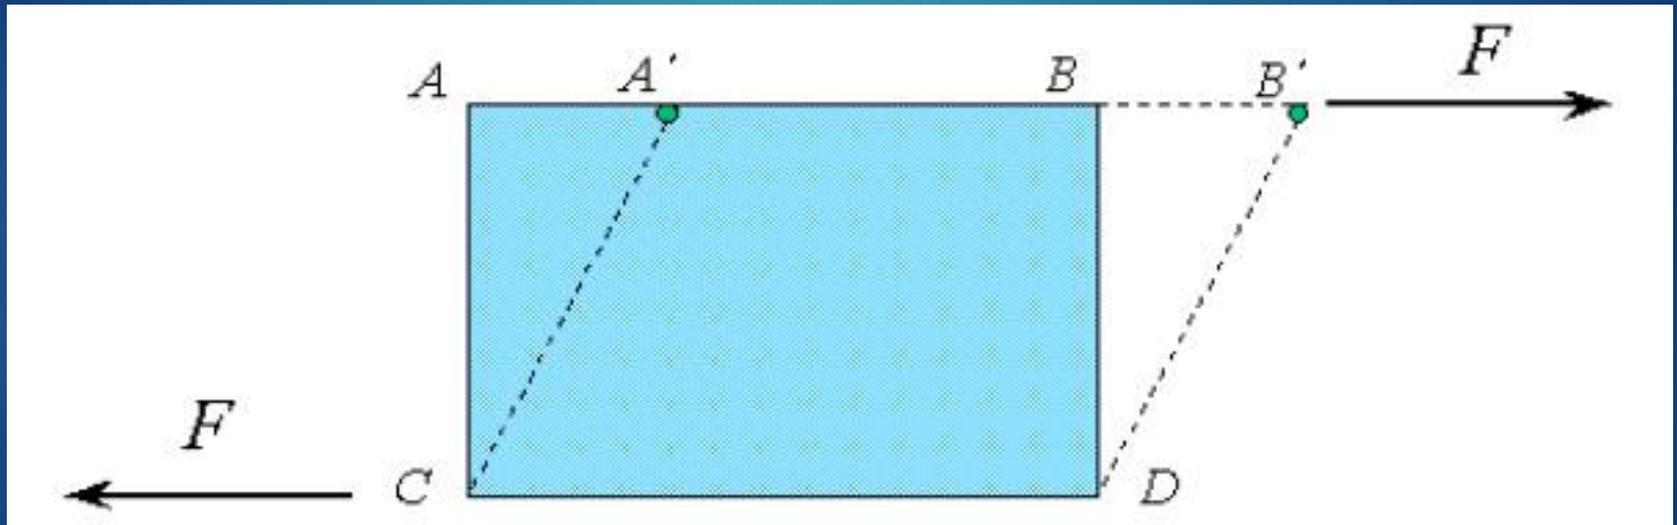

Figura 1
- Considere o módulo de uma força atuando tangencialmente em um elemento retangular $ABDC$. Esta é uma força de cisalhamento e produz uma deformação elemento $A'B'DC$ (Figura 1)